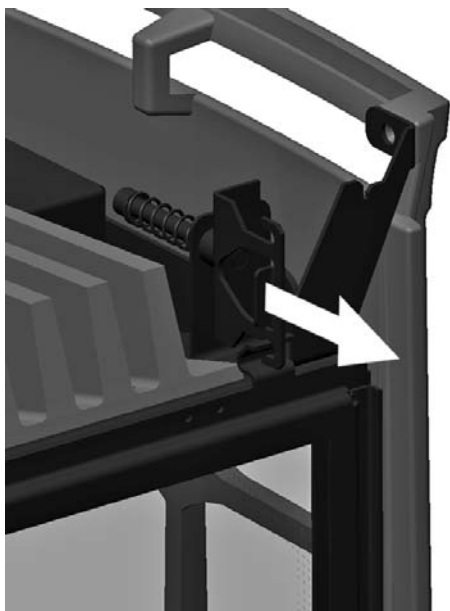

Figure 14- Ressort de retenue de la vitre
4. Tirer vers soi et libérer l'attache à ressort retenant le haut du cadrage de la vitre. Voir figure 14. Incliner le dessus du cadre de la vitre vers l'extérieur et le sortir de la fente du bas – le mettre de côté avec soin